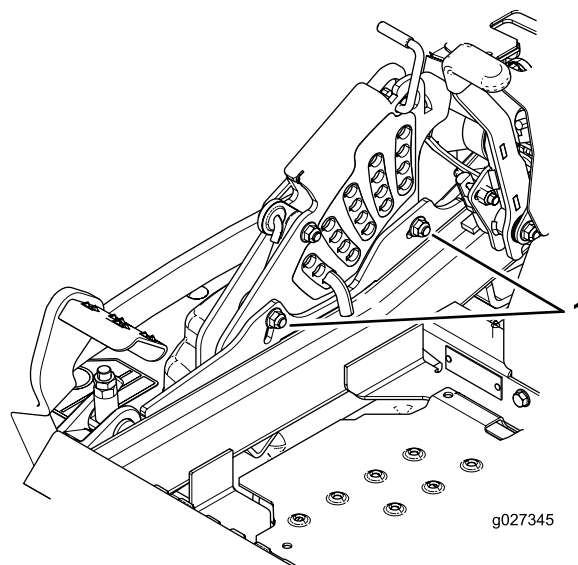

Figure 89
12. Pour régler le système monopoint, desserrez les 2 boulons au bas de la plaque de hauteur de coupe (Figure 89).